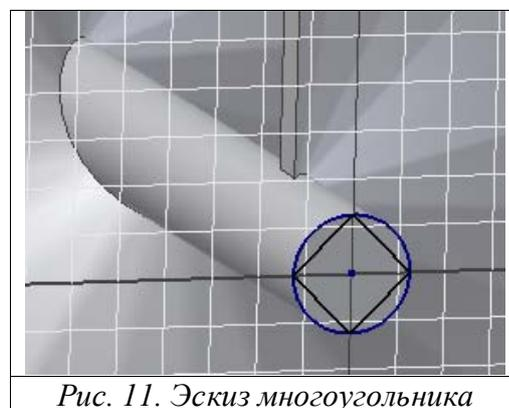

Рис. 11. Эскиз многоугольника
1. Нажмите кнопку **Sketch** , и укажите противоположный торец шнека мясорубки (рис. 11), предварительно найдя его при помощи команды **Rotate** .
4. Затем укажите центр многоугольника, в нашем случае совпадающий с осью вращения шнека мясорубки. Укажите точку лежащую на окружности, при этом построится многоугольник (рис. 11.).